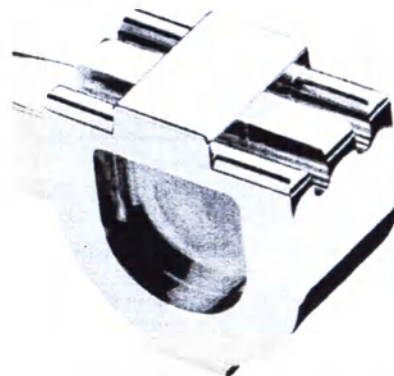
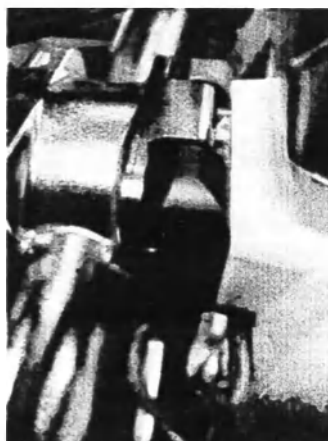

Рис.6 - Монтажная точка
Рис.7 - Установленный
1. Подвесьте монтажный кронштейн (Figure 6) под углом к фиксированной монтажной точке (Figure 7) на стойке Quantum, затем осторожно переведите окклюдер в вертикальное положение.